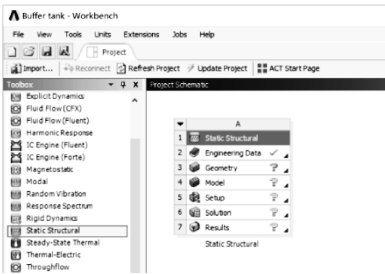

图 9-2 创建压力容器疲劳分析
(1) 在工具箱【Toolbox】的【Analysis Systems】中双击或拖动结构静力分析【Static Structural】到项目分析流程图，如图 9-2 所示。
(2) 在 Workbench 的工具栏中单击【Save】，保存项